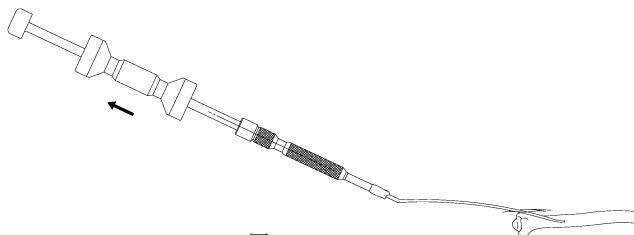

図 10
- 4) 橈骨ロッドインパクトを把持し抜去用ラージスライドハンマー又はスライドハンマーに打撃を与えながら、橈骨ロッドを髓腔から抜去します。(図 10)